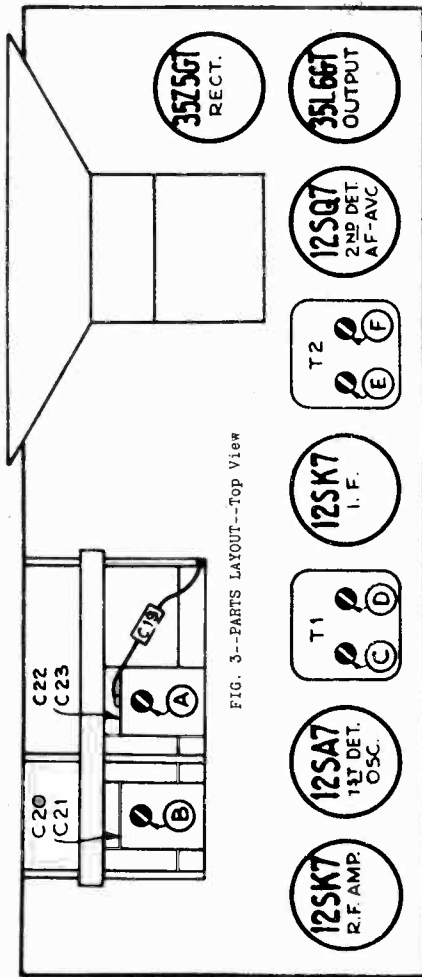

FIG. 3--PARTS LAYOUT--Top View
- (d) Adjust oscillator trimmer condenser (illus. A, Fig. 3) for maximum output.
- (d) Adjust the antenna trimmer (illus. B, Fig.3) for maximum output.